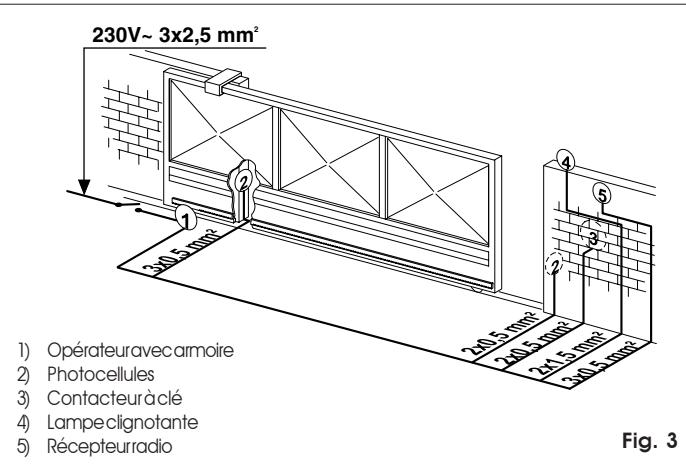

Fig. 3
- 4) Prédisposer les câbles électriques pour la connexion aux accessoires ainsi que l'alimentation électrique d'après la Fig.3.